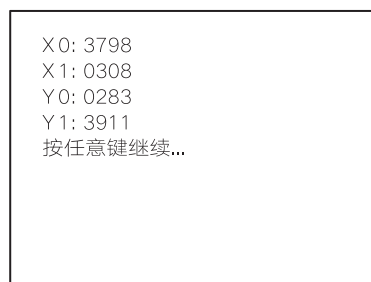

图59 触摸屏校正界面
- 4.屏幕显示显示触摸点的坐标，再次触摸屏的任意位置，如图59，完成触摸屏校正。